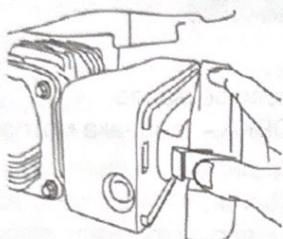

Рис. 27
- Снимите защелки с корпуса воздушного фильтра (рис..27) и снимите крышку воздушного фильтра.